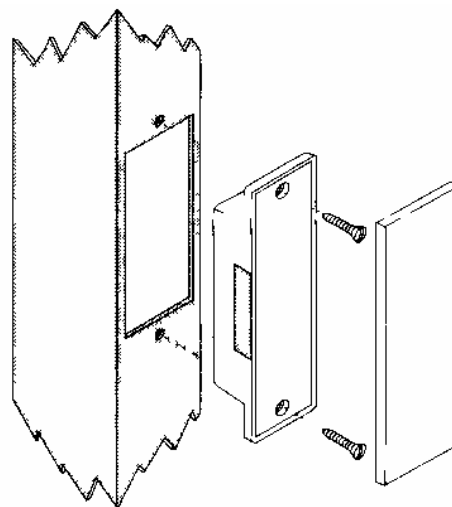

Рисунок 5. Установка заподлицо
2.5 Установка заподлицо (см. Рис.5)